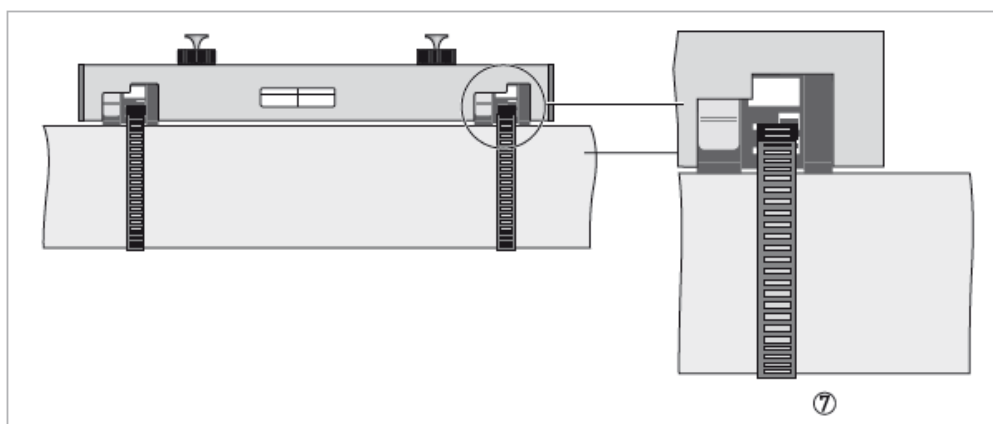

図 6.4
- 4) 正確に固定されると、図 6.4 ⑦のようになります。